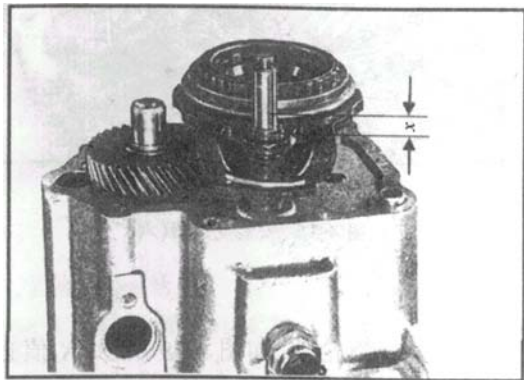

图 4-43 安装变速器（十二）
(12) 五档拨叉的调整。按如下步骤调整五档拨叉：
①右旋拨叉套管，直至拨叉套管露出 $X=5\text{mm}$ ，如图 4-43 所示。充分拽出选档轴，向左旋转，挂上五档。用拨叉轻抬五档接合套，以消除传动件之间的间隙。